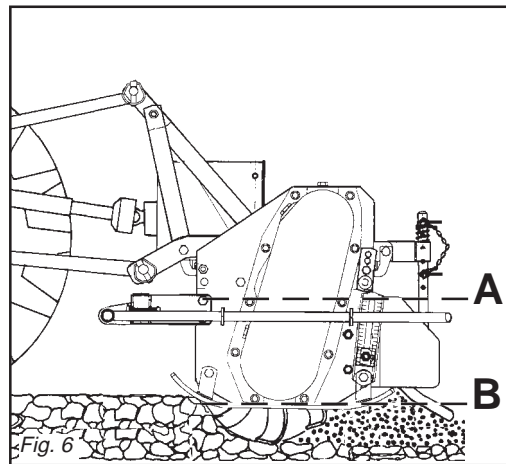

Fig. 6
- 4 - Collegare il terzo punto superiore ed effettuare una corretta regolazione con il tirante (1 Fig. 6) verificando che il piano superiore della zappatrice (A Fig. 6) risulti parallelo al piano terra (B Fig. 6). Ciò è molto importante allo scopo di ottenere il parallelismo tra l'asse della zappatrice e quello della presa di forza del trattore. Operare in queste condizioni significa limitare le sollecitazioni sulla presa di forza stessa e prolungare la durata dell'albero cardanico e della zappatrice stessa.
- 4 - Connect the upper third-point and correctly regulate by means of the adjuster (1 Fig. 6), checking that the upper surface of the steering hoe (A Fig. 6) is parallel to the ground (B Fig. 6). This is very important since it achieves parallelism between the axis of the steering hoe and that of the tractor pto. When the implement operates in these conditions, there will be less stress on the pto itself while the cardan shaft and implement will be much less subject to wear.
- 4 - Den oberen Kupplungspunkt anschließen und den oberen Lenker (1 Abb. 6) korrekt einstellen. Sicherstellen, daß die obere Haubenkante der Hackfräse (A Abb. 6) parallel zum Boden (B Abb. 6) steht. Das ist sehr wichtig, um die Parallelität zwischen der Achse der Hackfräse und der der Schlepper-Zapfwelle zu erhalten. Wenn diese Parallelität gegeben ist, wird die Zapfwelle weniger belastet und das Leben von Gelenkwelle und Gerät wird verlängert.
- 4 - Reliez le troisième point supérieur et réglez correctement à l'aide du tirant (1 Fig. 6). Assurez-vous que le plan supérieur de la houe rotative (A Fig. 6) soit pratiquement parallèle au terrain (B Fig. 6). Ceci est très important en vue d'obtenir le parallélisme entre l'axe de la houe et celui de la prise de force du tracteur. Travailler dans ces conditions signifie limiter les sollicitations sur la prise de force et prolonger la durée de l'arbre à cardans, mais aussi de la machine.
- 4 - Conectar el tercer punto superior y efectuar una correcta regulación con el tirante de regulación (1 Fig. 6) controlando que el plano superior de la binadora (A Fig. 6) resulte paralelo al plano al nivel del suelo (B Fig. 6). Esto es muy importante para obtener paralelismo entre el eje de la binadora y el eje de la toma de fuerza del tractor. Esto permite limitar los esfuerzos sobre la toma de fuerza misma y hacer durar el árbol cardánico y la máquina misma.